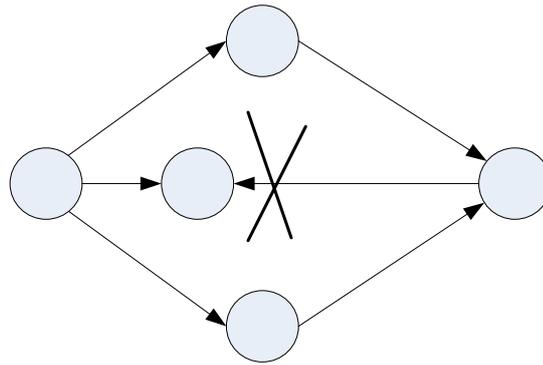

Рис. 1.9. Стрілка справа наліво
11. Не повинно бути стрілок, направлених справа наліво (рис. 1.9).